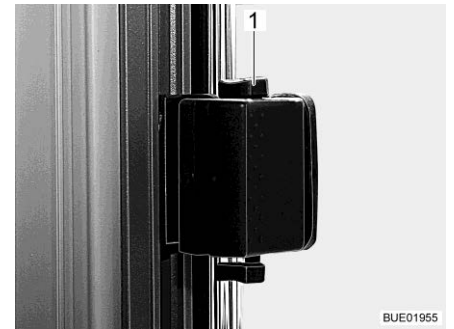

Bild 100 Skjutfönster, upplåst
- Tryck upp låset (Bild 100,1).